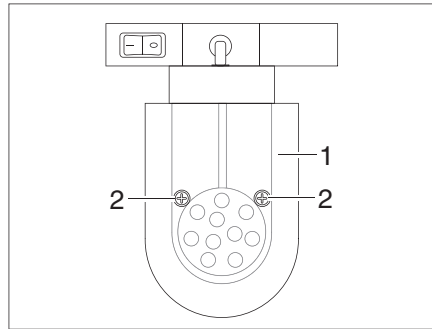

Fig. 398 Spot DEL (coulissant)
- Desserrer les vis de fixation (Fig. 398,2).
- Retirer prudemment le verre de lampe (Fig. 398,1).